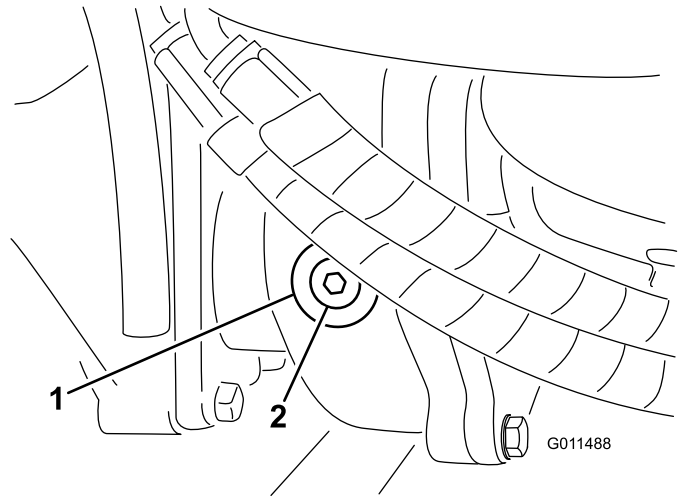

Figura 74
2. Retire el tapón de verificación/llenado del lado izquierdo de la caja de engranajes y asegúrese de que el lubricante llega al borde inferior del orificio (Figura 74).